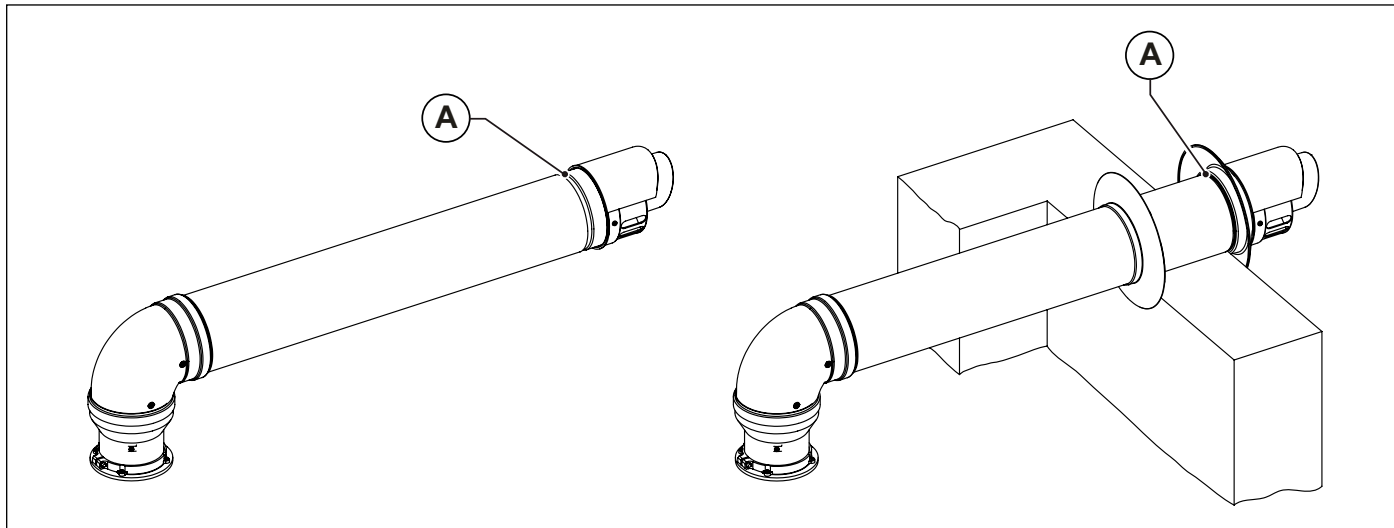

Fig. 13 Instalação dos terminais de parede
Os terminais de aspiração do ar e descarga dos fumos, separados ou coaxiais, na parte final são dotados de um canal (A) para a fixação do florão externo (veja Fig. 13 Instalação dos terminais de parede).